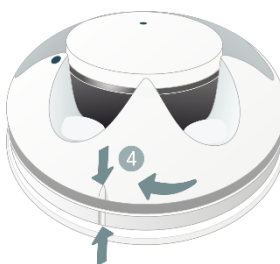

Рисунок 9.2 – Закрытие корпуса датчика
- 4) Закрепите датчик на кронштейне крепления к потолку (см. рисунок 9.2)